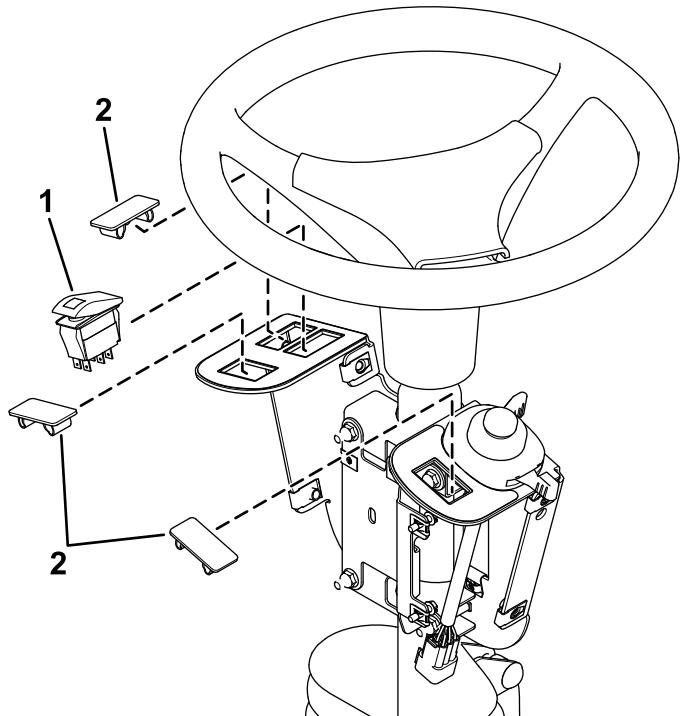

Figure 6
- Installez l'interrupteur à bascule et les obturateurs de trou dans le support des commandes (Figure 6).